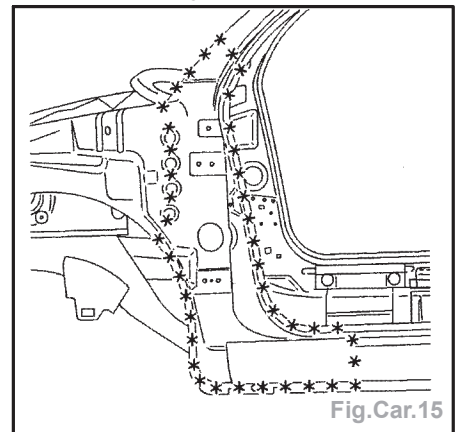

Fig.Car.15
- Dégraffer les points à l'aide d'une fraise de  $\varnothing$  8 mm (Fig.Car.15).
- Souder par points électriques et par points bouchons MAG (Fig.Car.15).